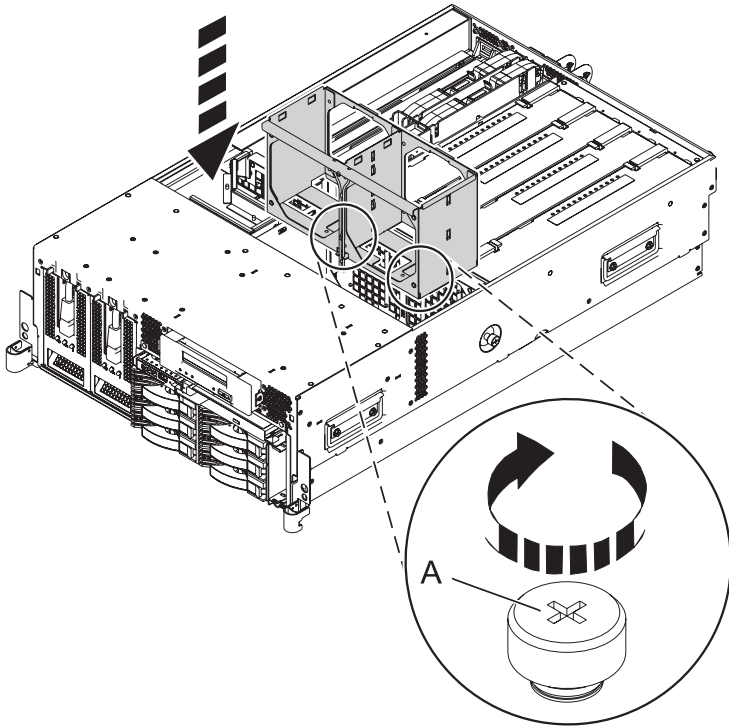

Figure 17. Installation du boîtier de ventilation dans un système 04E/8A
- 1) Pour installer le boîtier de ventilation (**A**) dans le système, alignez les broches de repère avec les orifices et serrez les deux vis moletées (**B**), comme indiqué dans la figure 17, à la page 26.